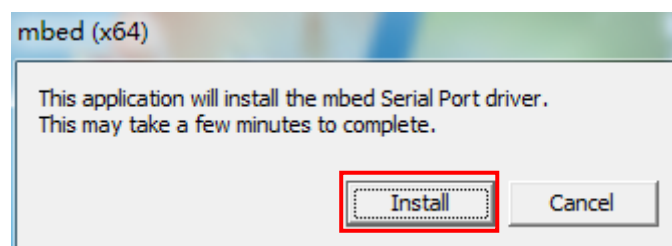

图 3.2.2 Mbed Driver 安装步骤
(2) 双击图标，再点击 Install ，即可进行安装，如图 3.2.2 所示：